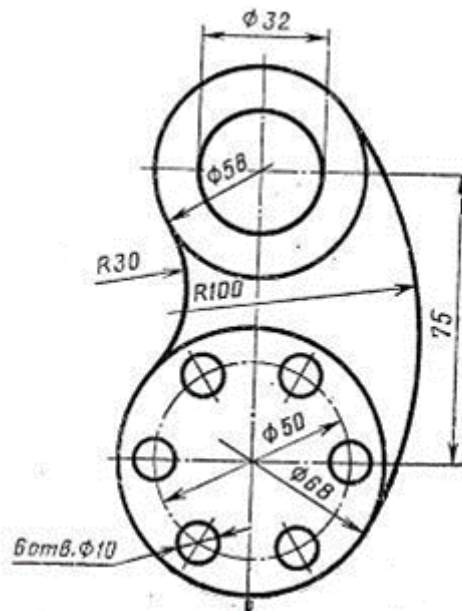

Рисунок 4 – Задание для выполнения практического занятия №4
**Методические указания:** выполнить чертеж по заданию (рисунок 4).